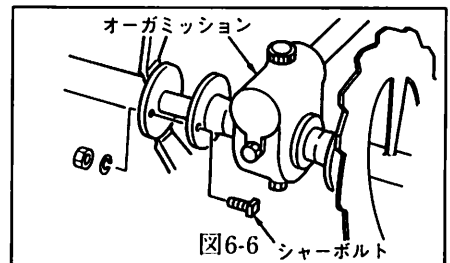

図6-6
- ・ 除雪作業中、雪に混じった石や異物がオーガとオーガケースの間に詰まり、オーガに過大な荷重がかかり過るとシャーボルトが切断します。このシャーボルトの切断によって、本機の破損を未然に防止します。シャーボルトはオーガミッションの左右のフランジ部に、各1個ずつついています。(図6-6参照)